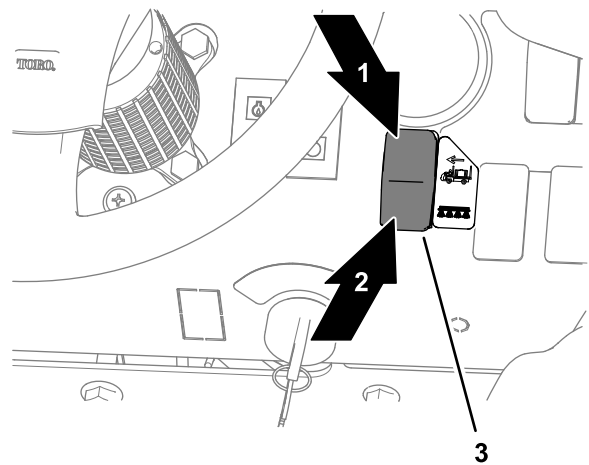

Figure 148
5. Sur le tableau de bord de la machine, poussez la commande d'activation/transport à la position MODE ACTIVATION (Figure 148).